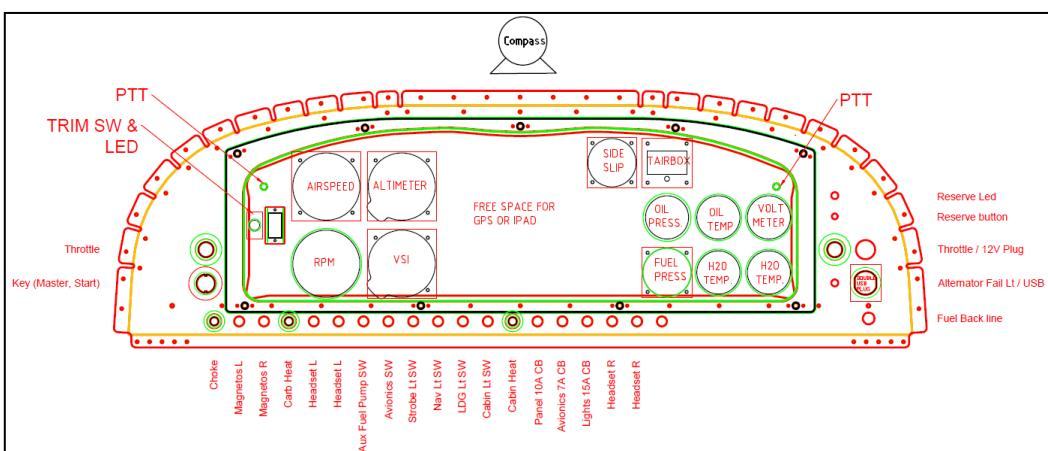

Figure 28: Tableau de bord standard
- Instrum. de vol de base (Ref. *Figure 28*)